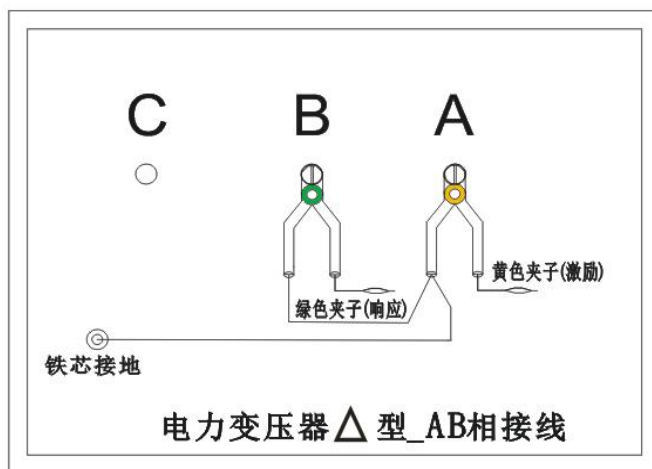

图 10
4.1.4 以上接线完成对三相 Δ 形的 AB 相测量接线，如图 10。